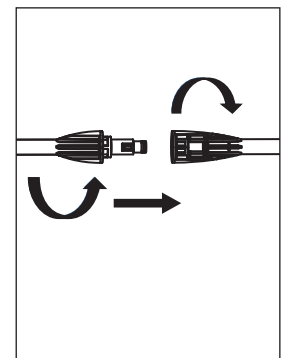

Figure 10 - Fixer la lance au pistolet
8. Fixer la lance au pistolet, tourner et verrouiller. Fixer la buse à la lance en appuyant le bouton de raccord facile et insérer dans le connecteur rapide de la lance (voir les figures 10 et 11) (PW190100 seulement).